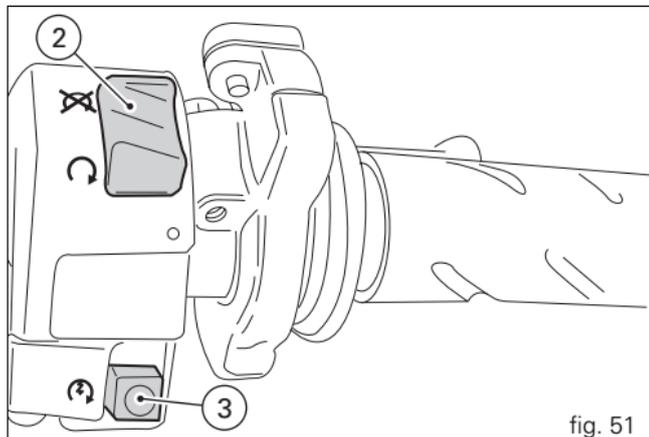

fig. 51
- 3) S'assurer que le commutateur d'arrêt (2, fig. 51) se trouve sur la position **O** (RUN), puis appuyer sur le bouton de démarrage (3, fig. 51).